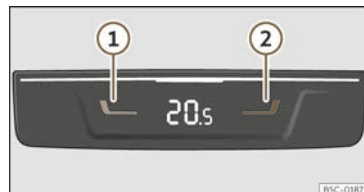

Abb. 118 In der Mittelkonsole hinten: Bedienelemente für die Mitfahrer auf den hinteren Sitzen.
- Drücken Sie die Tasten **1** und **2** **>>> (Abb. 118)**, um die Temperatur für die hinteren Sitzplätze einzustellen.